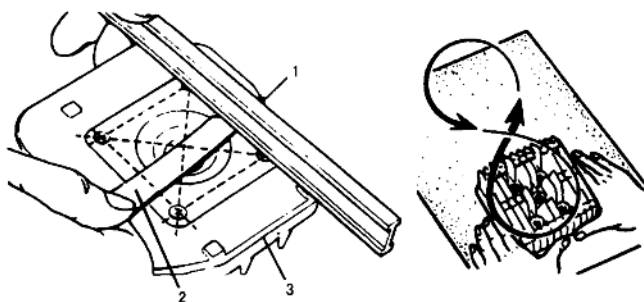

图 1-4 检修气缸盖端面变形
(3) 气缸盖端面变形的检修方法:如图 1-4 所示,将气缸盖端面朝上放在工作台上,用直尺靠在气缸盖端面上,然后用塞尺测量直尺与气缸盖端面间的间隙,且要多测几个点的间隙。若测量值大于使用极限值,则可将一张细砂纸平放在平板上,将气缸盖端面与砂纸贴合,用双手压着气缸盖沿“8”字形路线进行研磨。研磨时手的压力应均匀,要边研磨边测量,直到符合要求为止。磨平后用汽油或煤油将气缸盖清洗干净,然后将气缸盖放在金相砂纸上推光。若气缸盖端面变形值过大,采用上述研磨方法修理将会使燃烧室容积变小而使压缩比增大,引起发动机爆震,应更换气缸盖。